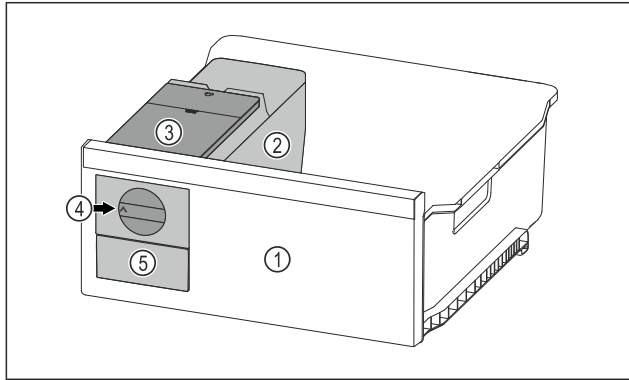

Fig. 124 Beispielhafte Darstellung
- ▶ Drehknopf *Fig. 124 (4)* im Uhrzeigersinn bis zum Anschlag drehen.
- ▶ Eiswürfel fallen aus der Eiswürfelschale in das Eiswürfelschubfach *Fig. 124 (5)*.